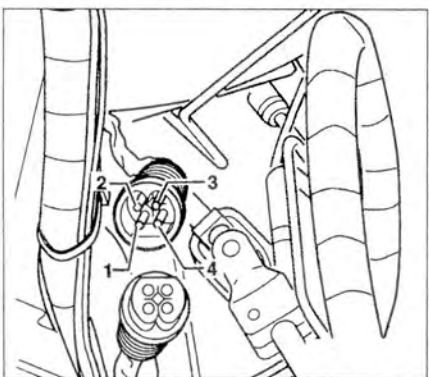

Рис. 2.78. Проверьте провода между тестером и 4-контактным разъемом на разрыв цепи.
3. Проверьте провода между тестером и 4-контактным разъемом на разрыв цепи: контакт 3 и гнездо 7 (красное), контакт 4 и гнездо 6 (красное) (рис. 2.78). **Сопротивление провода:** макс. 1.5 Ом.